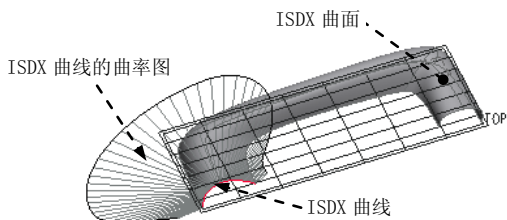

图 8.1.3 查看 ISDX 曲线、曲率图和 ISDX 曲面
下面先打开图 8.1.3 所示的模型，查看 ISDX 曲线、曲率图和 ISDX 曲面，通过查看，建立对 ISDX 曲线和 ISDX 曲面的初步认识。
(1) 在 **样式** 功能选项卡中的 **分析** 区域中单击“曲率”按钮 ，系统弹出图 8.1.6 所示的“曲率”对话框，然后选取图 8.1.3 所示的 ISDX 曲线。